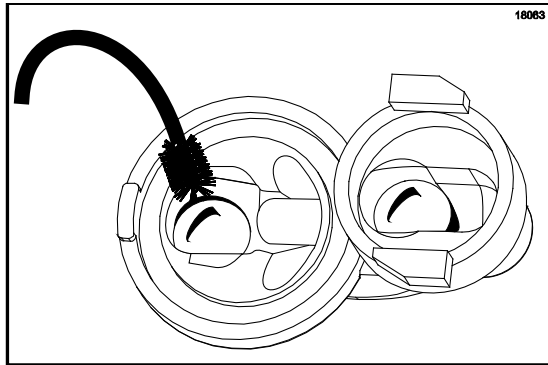

Figure 82
4. Insérer la brosse noire gainée dans le haut de la vanne d'arrivée. Frotter cette zone, particulièrement autour de la bille d'acier (Cf. Figure 82).